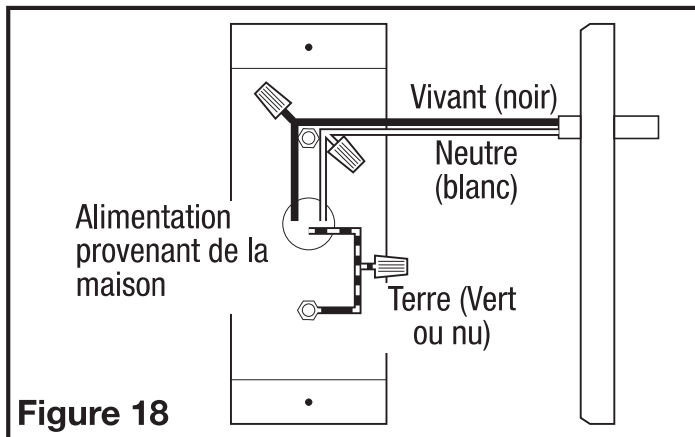

Figure 18
1. Enlever les deux vis du couvercle du compartiment de câblage pour obtenir l'accès au compartiment de câblage (**Figure 17**). Raccorder le fil blanc de la hotte au fil blanc de l'alimentation, et le fil noir de la hotte au fil noir de l'alimentation. Raccorder le fil de mise à la terre de la maison (fil nu ou vert) au fil de mise à la terre (vert) de la hotte. Utiliser des méthodes approuvées pour toutes les connexions (**Figure 18**).